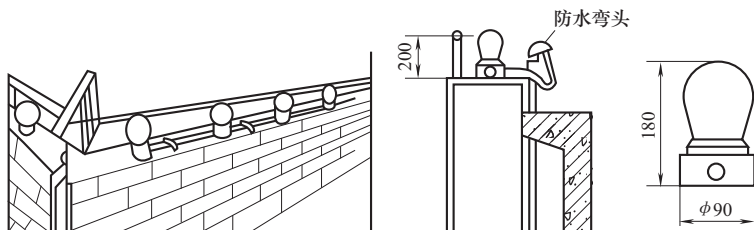

图 6-19 建筑物彩灯的安装
(1) 建筑物顶部彩灯灯具应使用具有防雨性能的灯具，安装时应将灯罩装紧。
(2) 装彩灯时，应使用钢管敷设，管路应按照明管敷设工艺安装，并应具有防雨水功能。管路连接和进入灯头盒均应采用螺纹联接，螺纹应缠防水胶带或缠麻抹铅油，如图6-19所示。